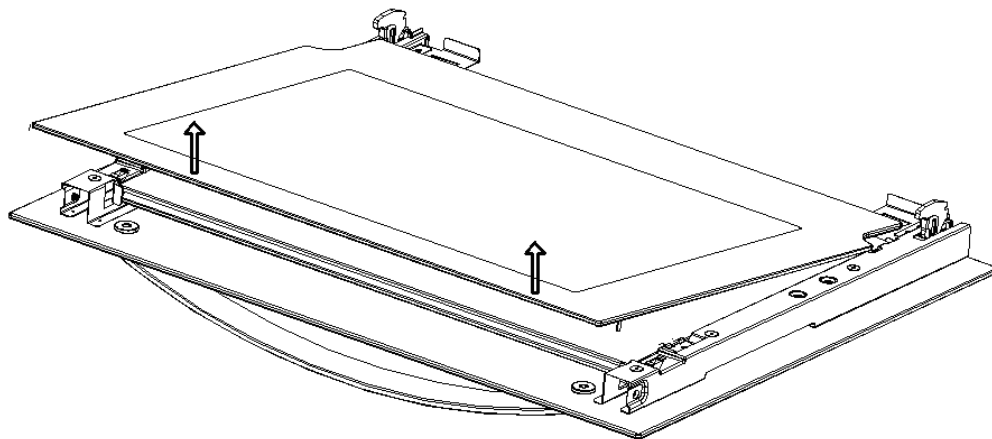

Figura 7
3. La Figura 7 muestra cómo mover el vidrio interior hacia arriba en la dirección de la flecha.